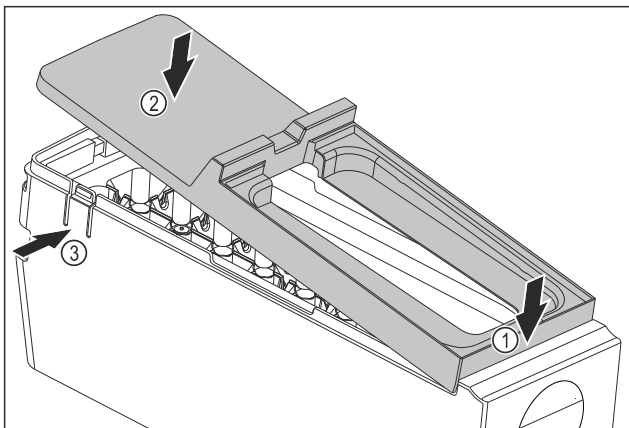

Fig. 109
- ▶ Montar la cubierta del EasyTwist-Ice: Colocar la cubierta por delante. Fig. 109 (1)
- ▶ Bajar la cubierta por detrás. Fig. 109 (2)
- ▷ La cubierta encaja en ambas lengüetas Fig. 109 (3) de forma audible.